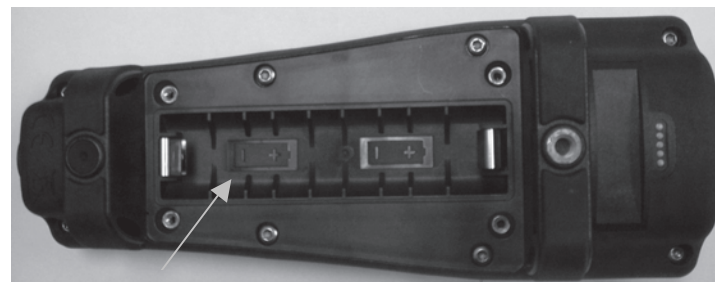

Figura 1. ProODO sin la tapa de las pilas. Tenga en cuenta los símbolos que indican la polaridad de las pilas.
3. Retire la tapa del compartimiento e instale las nuevas pilas asegurándose de que la polaridad quede correctamente alineada con el instrumento o la tapa que ha retirado (Figura 1).